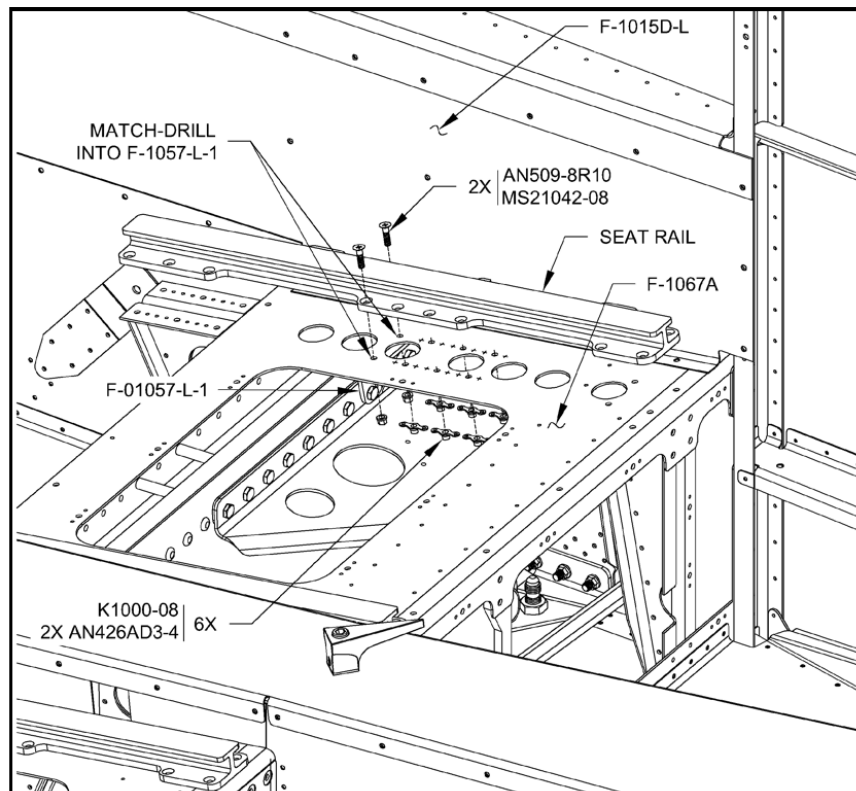

FIGURA 13: Instalação das porcas âncoras do piso do assento
Passo 56: Para as porcas âncoras mostradas na Figura 13, use uma porca âncora como guia de perfuração para furar com a broca #40 os furos de fixação das porcas âncoras no Piso do Assento F-1067A. (Apenas as porcas âncoras para os trilhos externos do assento são instaladas; a instalação dos trilhos internos do assento permanece inalterada.) Faça o escareado no piso do assento para os rebites de fixação das porcas âncoras e, em seguida, instale as porcas âncoras.
Passo 58: Fure com a broca #19 os Suportes dos Trilhos do Assento F-01057-L/R-1 a partir dos dois furos indicados no Piso do Assento F-1067A. Veja a Figura 13. Limpe qualquer cavaco ou rebarbas das furações.
Passo 59: Instale os trilhos do assento usando os fixadores indicado na Figura 13 e na página KAI 49-03, Figura 2.